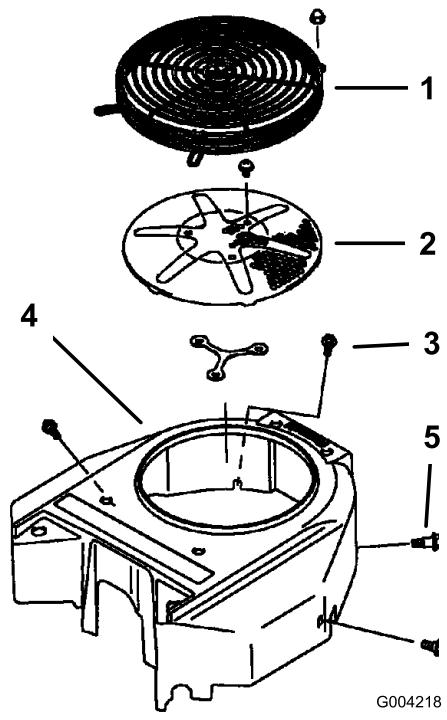

図 60
3. 吸気スクリーンとファン・ハウジングを取り外す（図 60）。
5. 吸気スクリーン、スタータ、ファン・ハウジングを取り付ける（図 60）。